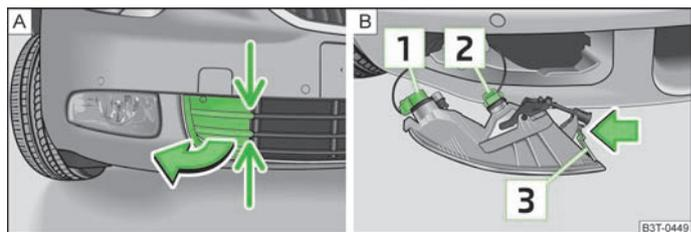

Fig. 191 Paraurti anteriore: copertura / fendinebbia con luci diurne
- » Afferrare l'inserto nell'area indicata dalle frecce » fig. 191 - **A** ed estrarlo.
- » Inserire la mano nell'apertura in cui si trova la copertura e premere il nasello **3** » fig. 191 - **B**.